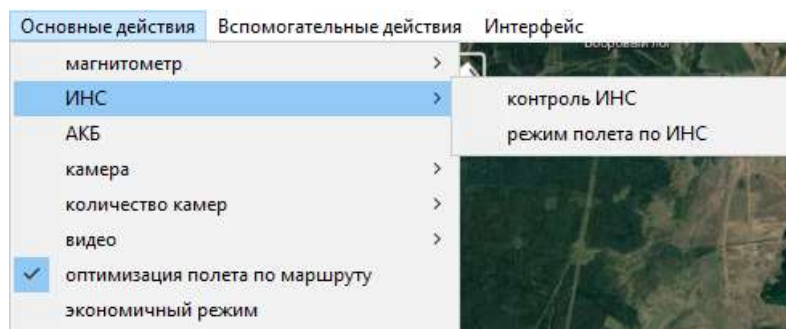

Рисунок 6 – Дополнительное окно «ИНС»
5.1.2 При выборе пункта «ИНС» открывается дополнительное окно (Рисунок 6), содержащее два пункта – «Контроль ИНС» и «Режим полета по ИНС».